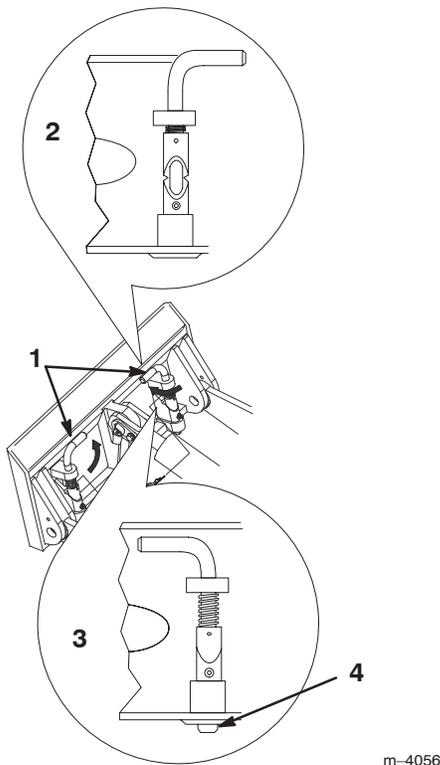

Figure 14
5. Engager les goupilles de blocage rapide, en veillant à les insérer à fond dans la plaque de montage (Fig. 14).